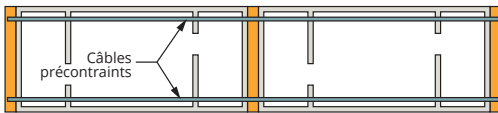

Fig.4 Solidarisation de 2 bâtiments par brélage de câbles précontraints (vue en plan)
- Solidariser deux blocs de bâtiment lorsqu'il est impossible de réaliser un joint de désolidarisation (Fig. 4).